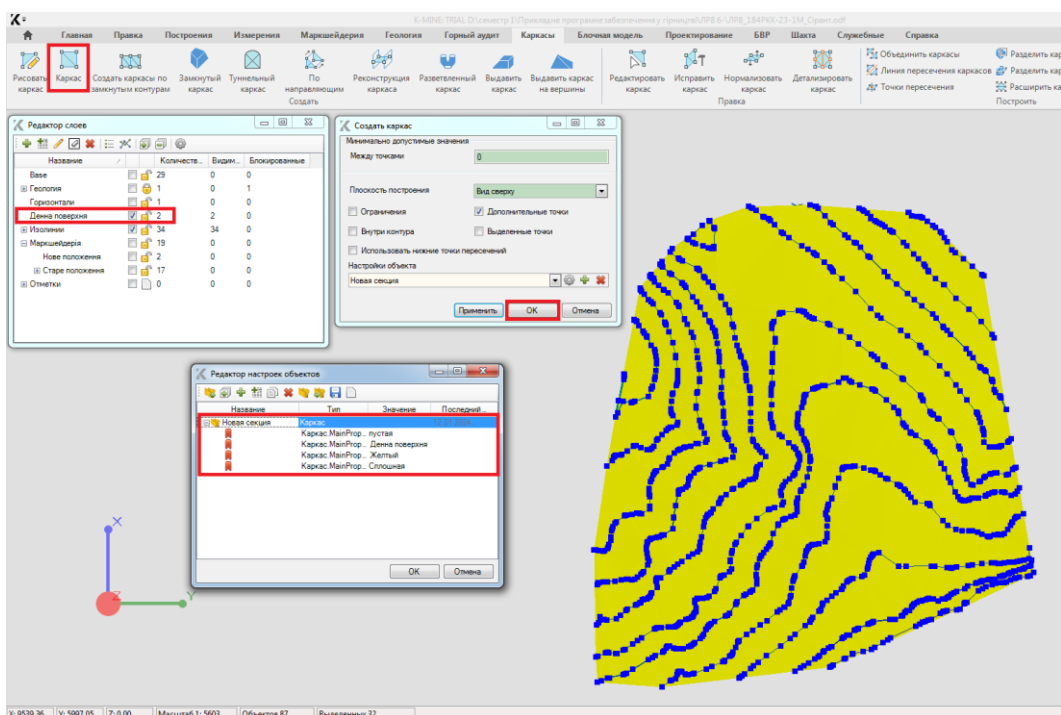

Рисунок 6.1 - Приклад виконання завдання 3
3. Створіть каркас по денній поверхні з налаштуваннями: шаблон – суцільна, тип ліній – порожня, шар – Денна поверхня (рис.6.1).